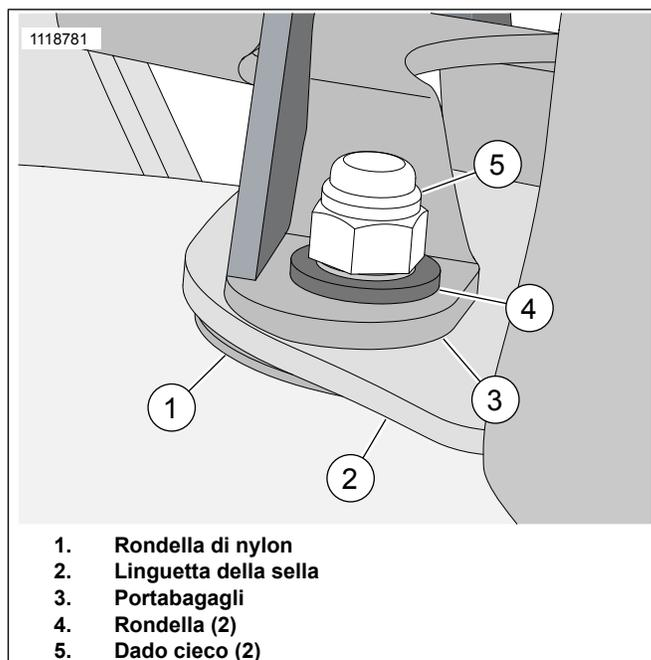
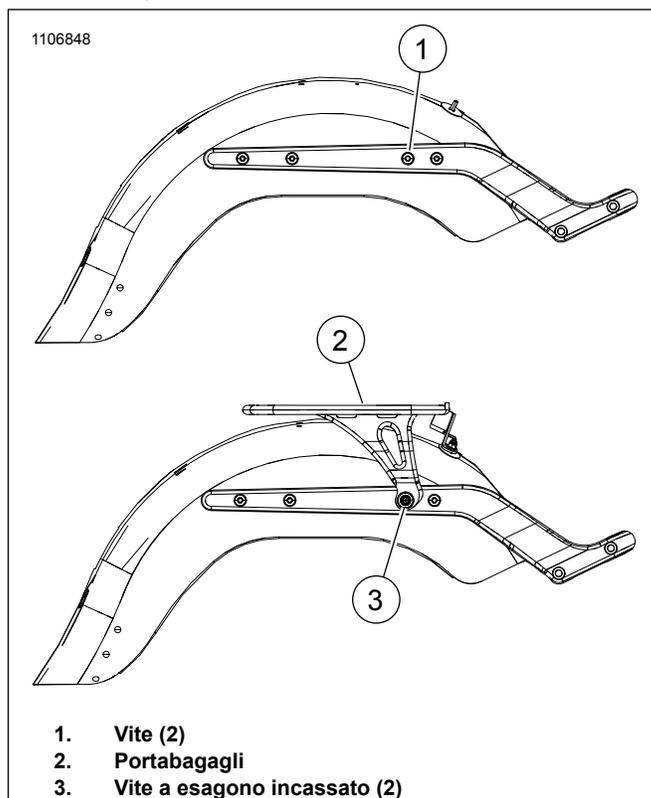

Figura 5. Installazione della bulloneria
Figura 6. Kit 50300154 e 50300156
- Vedere Figura 6. Rimuovere le viti (1) dal parafango.
- a. Vedere Figura 5. Verificare che la rondella di nylon (1) e la linguetta della sella (2) siano collocati correttamente sui prigionieri.
- b. Collocare il portabagagli (3) sulla linguetta della sella (2).
- c. Installare senza serrare troppo le rondelle (4) e i dadi (5).
- d. Vedere Figura 6. Allineare i fori nella piastra laterale del portabagagli con il parafango.
- e. Installare senza serrare troppo entrambe le viti ad esagono incassato (3) per mantenere il portabagagli in posizione.
- f. Rimuovere una vite ad esagono incassato (3) e applicare il frenafilietti.